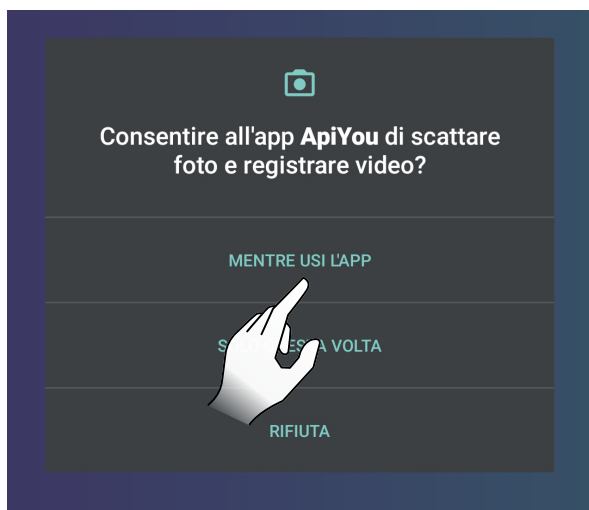

Fig. 8.1
- di aver scansionato correttamente il codice QR. Controllare l'autorizzazione di ApiYou all'utilizzo della fotocamera, se non concesso, l'inquadratura resta completamente nera; quindi modificare le autorizzazioni come evidenziato in Fig. 8.1 e 8.2, o inserire manualmente il codice a 16 cifre;